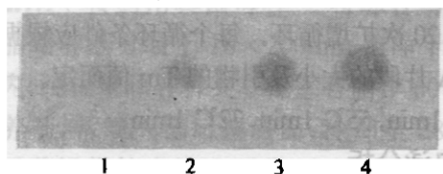

图1 琼脂凝胶板植酸酶活力检测
色 2min, 结果表明①号显色剂显色效果较好 (图 1), 反应 15min 可检出每 cm^2 低于 0.0045u 植酸酶。此凝胶不能久放,需及时照相。